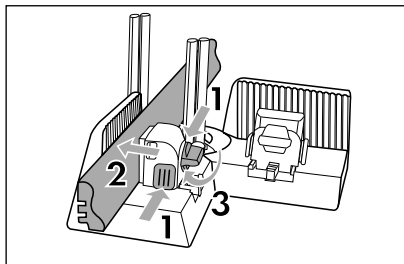

Fig. 8
- ◆ Læg træemnet mellem holdeklæben **3** og spændeklemmen **2**. Sørg for, at træemnet føres forbi styrestængerne **7** (se fig. 8).
- ◆ Tryk på frigørelsesknapperne **4**, og hold dem inde, og flyt spændeklemmen **2** hen til træemnet. Slip frigørelsesknapperne **4**, når træemnet er spændt fast (se fig. 8).
- ◆ Drej fikseringsknappen **5** i urets retning for at fastgøre træemnet (se fig. 8).